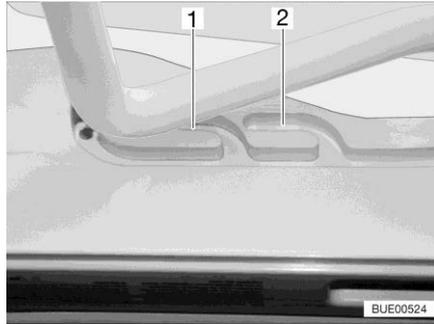
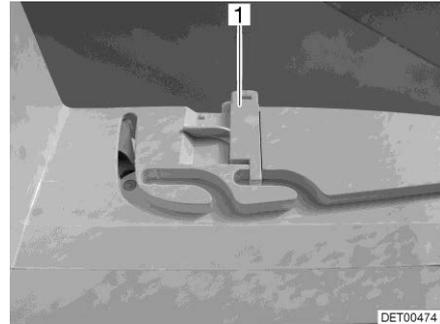

Fig. 66 Glissière (position de ventilation)
Fig. 67 Verrouillage (position de ventilation)
Il est possible d'amener le lanterneau Heki en deux positions de ventilation : Position pour mauvais temps (Fig. 66,1) et position intermédiaire (Fig. 66,2). Selon l'équipement, il est possible de verrouiller le lanterneau en position intermédiaire avec les deux verrous (Fig. 67,1) à gauche et à droite du cadre du lanterneau.
- Pousser légèrement l'étrier vers le haut, le pousser dans la glissière choisie (Fig. 66,1 ou 2) et le verrouiller si nécessaire.